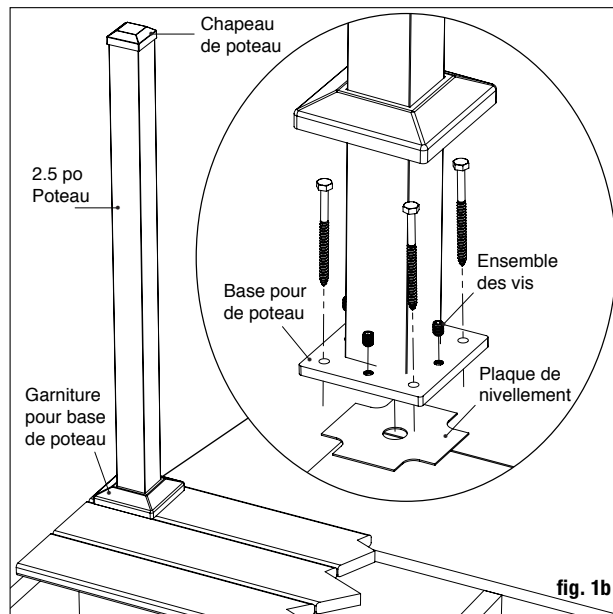

fig. 1b
**Étape 2** Placez le poteau à l'endroit où il sera attaché à la terrasse. Quatre trous de montage d'un diamètre de 11/32 po sont fournis sur la base. Lorsque l'emplacement final a été déterminé, marquez les emplacements. Enlevez le poteau et percez des trous de 15/64 po aux emplacements marqués dans la terrasse et le renforcement (fig. 1b).